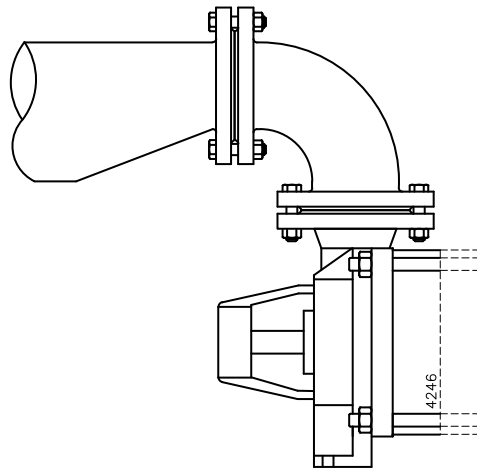

Рисунок 3: Переходной патрубок с эксцентрическим расположением концевых отверстий для всасывающего фланца.
- Сечение всасывающей трубы должно быть достаточного размера. Эта труба должна быть максимально короткой и подходить к насосу таким образом, чтобы исключить образование воздушных пробок. Если это невозможно, в самой верхней точке трубы следует предусмотреть устройство для выпуска воздуха. Если внутренний диаметр всасывающей трубы превышает размер приемного патрубка насоса, для предотвращения образования воздушных пробок и завихрений необходимо использовать переходной патрубок с эксцентричным расположением концевых отверстий, см. рисунок 3.